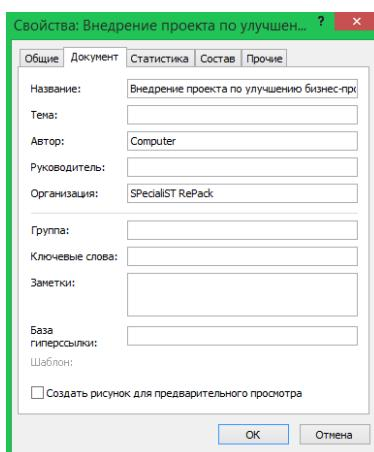

Рис. 1.3. Окно «Свойства»
2. В поле *Название* вводится название проекта, в данном случае вводим «*Внедрение проекта по улучшению бизнес-процесса*», в поле *Автор* вводится информация об авторе проекта (рис. 1.3). Нажмите кнопку *OK*.